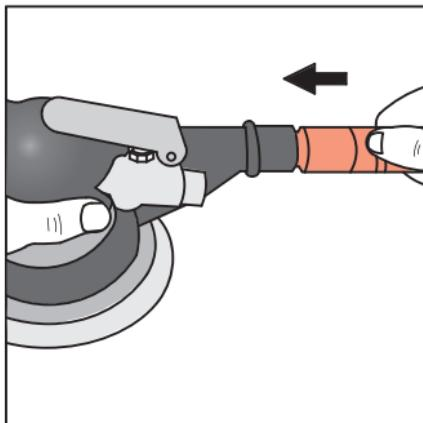

Рисунок 4 – Подключение вытяжки
- Подключите патрубок выходной (поз. 12 рис. 1) к системе вытяжки. Проверьте герметичность соединения (рис. 4).